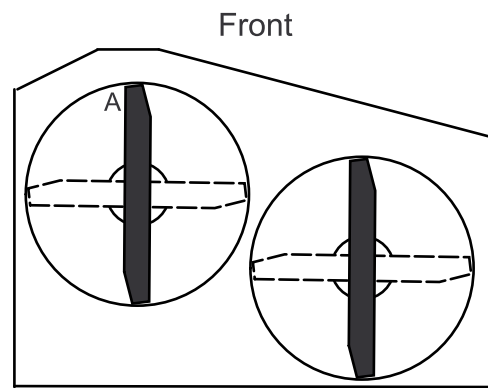

Figura 61
3. Con la macchina su una superficie piana, posizionate una lama longitudinalmente. Misurate al punto **A** e da una superficie piana fino al tagliente della punta della lama (Figura 61).